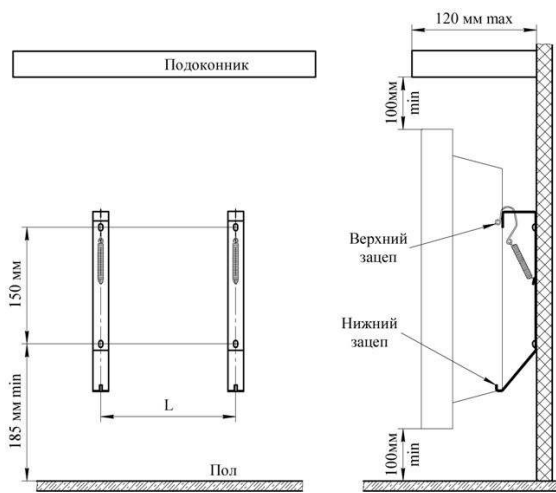

Рис. 1
4.4 Для установки конвектора выполните на стене разметку под крепёжные отверстия (см. рис.1, табл.2) и закрепите кронштейны для установки конвектора, любым доступным способом, обеспечив надёжное крепление конвектора в течении всего срока эксплуатации.
4.5 Совместите прямоугольные отверстия на задней стенке конвектора с верхними зацепами кронштейнов (рис. 1) и наденьте конвектор на зацепы.